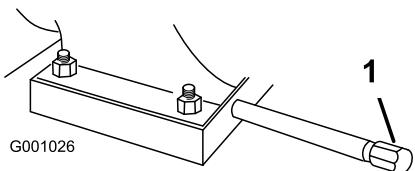

Figura 48
- Pulite l'area intorno al tappo di spurgo dell'olio (Figura 48).